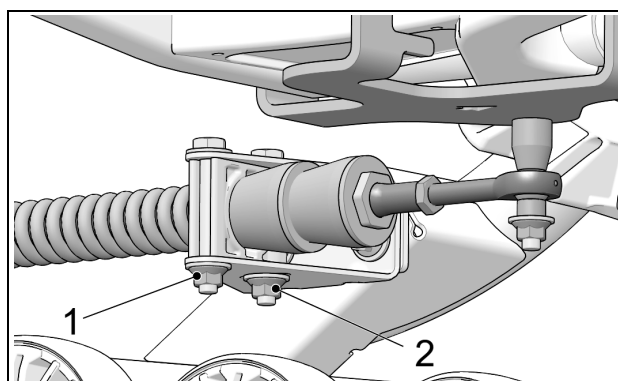

Figure 19
- Resserer les écrous (1) et (2) de l'ancrage antirotation à un couple 50 N•m [37 lb•pi]. Voir la Figure 19.